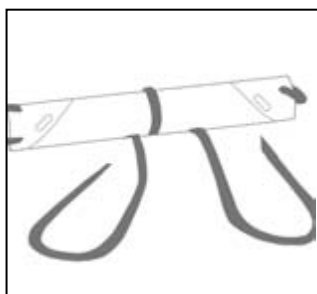

Fig. 2
- Rimuovere il dispositivo dalla custodia e appoggiarlo a terra (fig. 2).